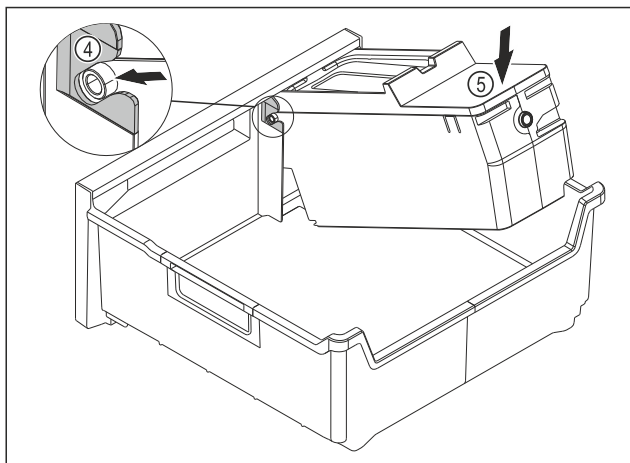

Fig. 201
- Montați corpul EasyTwist-Ice: Inșerați axele corpului EasyTwist-Ice în ghidaje Fig. 201 (4).
- Apăsăți corpul EasyTwist-Ice Fig. 201 (5) în spate în jos.